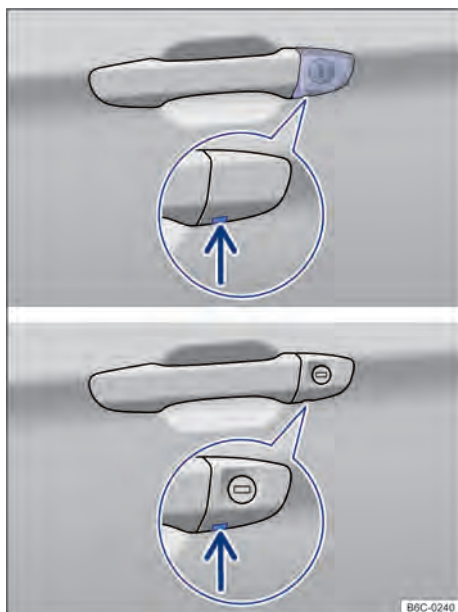

Fig. 52 Manilla de la puerta del conductor: bombín de la cerradura. ▶
- Insertar el paletón de la llave por abajo en el hueco de paso de la caperuza → fig. 52 (flecha).